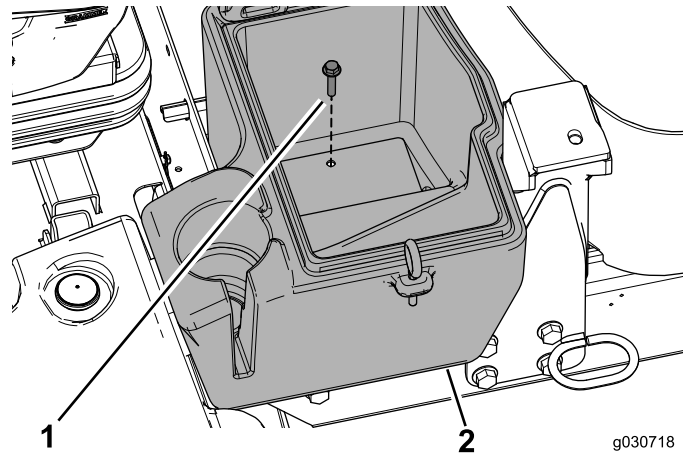

Bild 21
4. Befestigen Sie das Ablagefach mit der Schraube (5/16" x 1-1/2") an der Maschine (Bild 21).